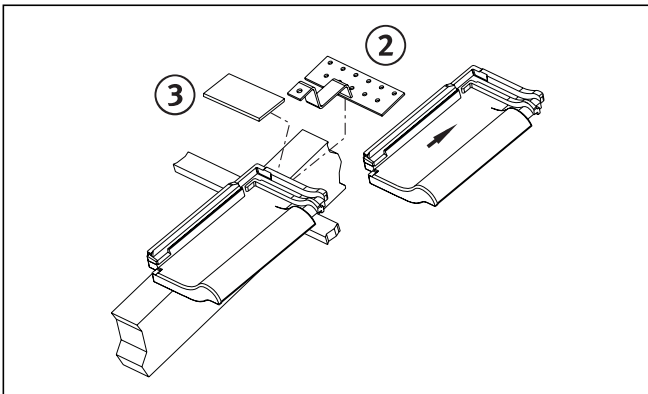

Abb. 6.11 Montage Abstandsbrettchen und Sparrenanker
- Unterfüttern Sie gegebenenfalls mit den Abstandsbrettchen (Abb. 6.11, Pos. 3) die Höhe des Sparrenankers (Pos. 2), so dass er in der Ebene der darunterliegenden Dachpfanne austritt.